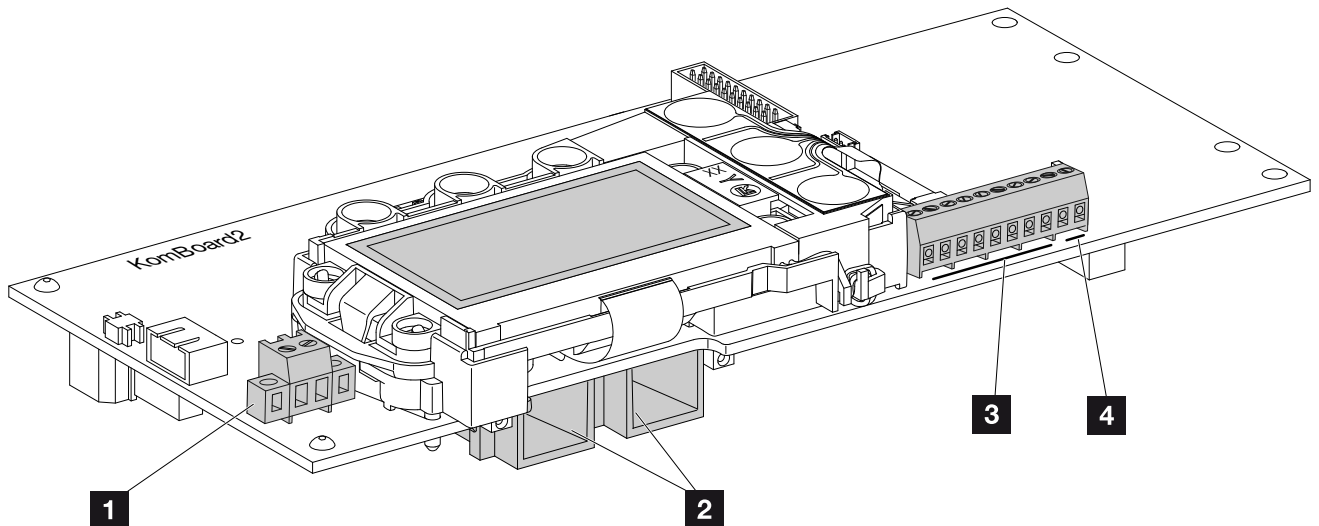

Abb. 32: Komponenten des Kommunikationsboards
6. Die Buchsen und Stecker der DC-Strings am Wechselrichter einstecken. **Abb. 32**